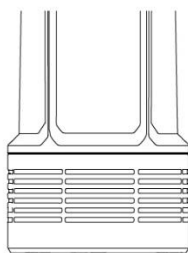

Рисунок 3.
- Фильтр (открытый, см.рис. 3)
- Фильтр (см. рисунок 3)